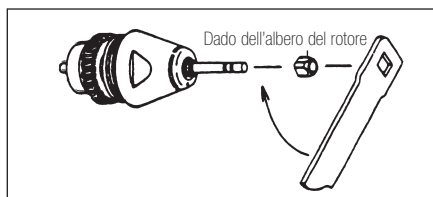

Fig.15
- 3) Infine, inserire il dado dell'albero del rotore nella fresa di prova e serrarlo saldamente con l'apposita chiave mentre si sostiene il rotore (Fig. 15).